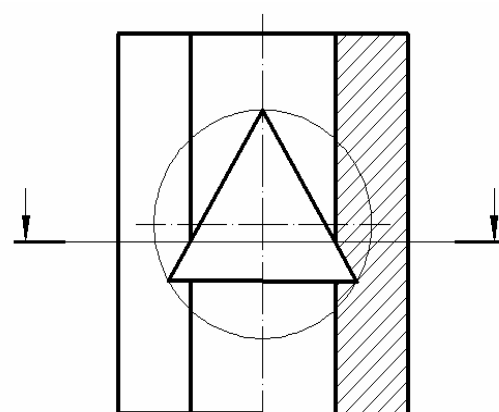

Рис. 5.43
43. В слое **Построения** на фронтальной проекции вычертить отрезком (  ) тонкую линию для обозначения положения секущей плоскости – через точки на ребрах в вырезе (рис. 5.43), затем удлинить её за пределы призмы.
44. В слое **Толстые** полилинией (  ) вычертить правую часть толстой разомкнутой линии длиной **12** с привязкой **Конточка (Endpoint)** к концевой точке линии разреза шириной линии **0.7** (опция **Ширина(Width)** – рис. 5.43, 5.44.